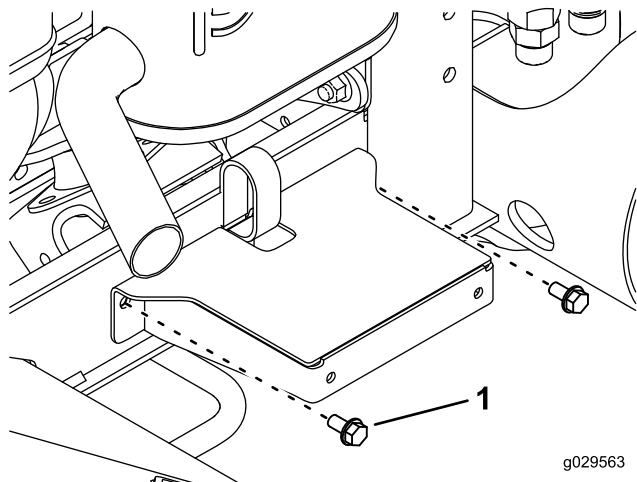

Рисунок 6
9. Используя новые просверленные отверстия, присоедините узел крепления крыла к швеллеру рамы с помощью 2 самонарезающих винтов (5/16 x 5/8 дюйма), как показано на Рисунок 6.